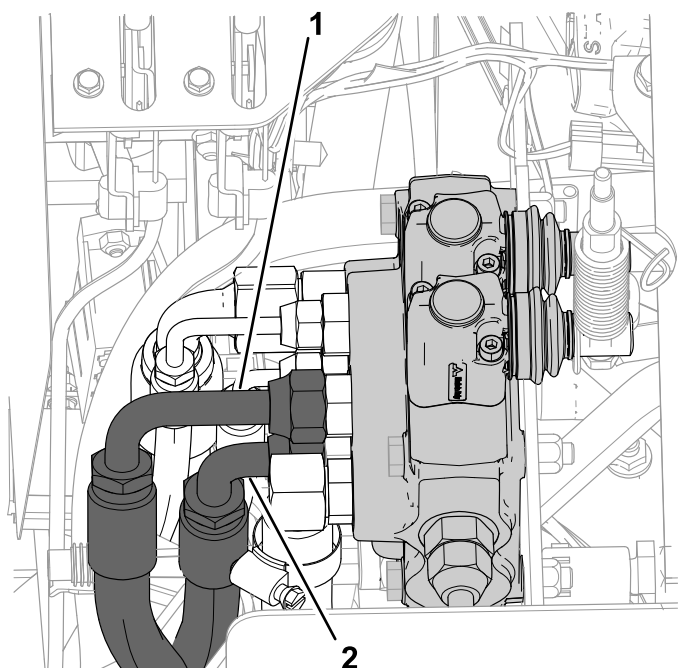

Figura 15
2. Conecte el codo corto al orificio inferior de la válvula (Figura 15).
5. Conecte el codo largo al orificio superior de la válvula (Figura 15).